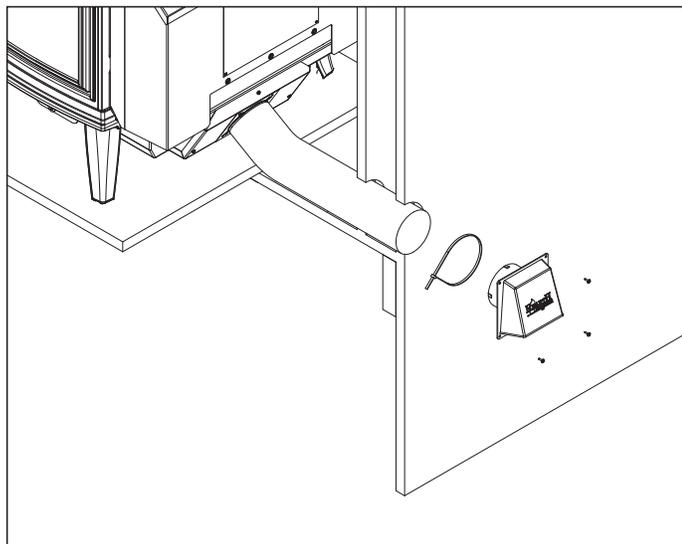

Figure 15.1. - Installation au sol et à l'arrière
2. Utilisez un tournevis à tête cruciforme no. 2 pour fixer l'adaptateur flexible au poêle au moyen de 4 vis. **Figure 15.1 and 15.2**